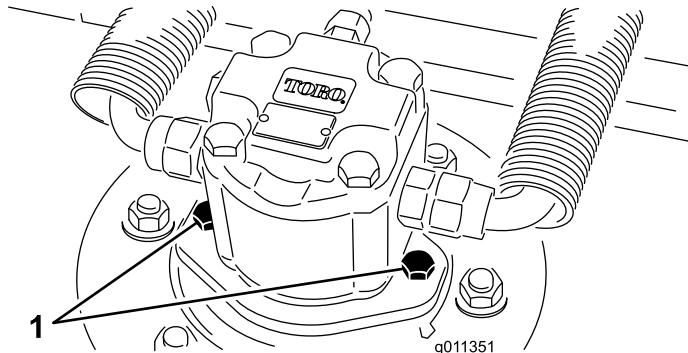

Figura 58
2. Desconecte el motor hidráulico y retírelo de la carcasa (Figura 58). Tape la parte superior del eje para evitar la contaminación.
- Instale el motor hidráulico en la carccha (Figura 58). Asegúrese de que la junta tórica está correctamente colocada y que no está dañada.